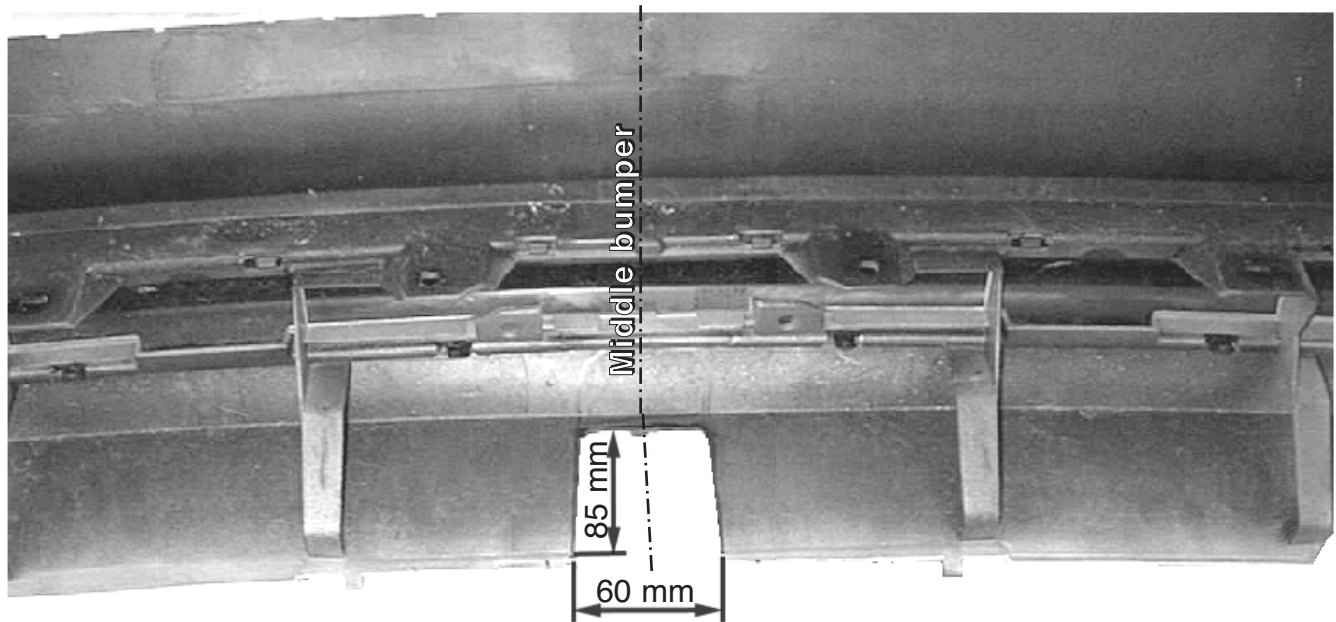

Fig. 1 BMW 3 Serie Sedan;1998-> + Coupé; 1999->
1. Den Fußboden im Kofferraum frei machen. Im Kofferraum den Wagenheber (links), die Kunststoffrückverkleidung und die Kunststofffächer (links und rechts) entfernen. Die Stoßstange vom Fahrzeug abnehmen. Die Innenverkleidung aus der Stoßstange entfernen. Die Stoßdämpfer aus der Innenverkleidung entfernen. Die entfernten Dämpfer werden später nicht mehr benötigt. Gemäß Abb. 1 ein Stück aus der Stoßstange herausägen.
morceau du pare-chocs conformément à la figure 1.
dessa förfaller. Såga ut en del ur kofångaren enligt fig.1.
1. Fjern alt i bunden af bagagerummet . Fjern også donkraften (i venstre side af bagerummet) samt bagskærmen af kunststof og kunststof opbevaringsrummene (i venstre og højre side). Demonter kofangeren fra køretøjet. Fjern kofangerens inderside. Fjern støddæmpere fra indersiden. De demonterede støddæmpere anvendes ikke mere. Sav et stykke ud af kofangeren ifølge fig. 1.
1. Despejar el suelo del maletero. Retirar del maletero el gato (a la izquierda), la pantalla trasera sintética y los compartimientos sintéticos (a la izquierda y derecha). Desmontar el parachoques del vehículo. Retirar el armazón interior del parachoques. Retirar los amortiguadores del armazón interior. Los amortiguadores retirados no se vuelven a poner. Serrar una parte del parachoques de acuerdo con la fig. 1.